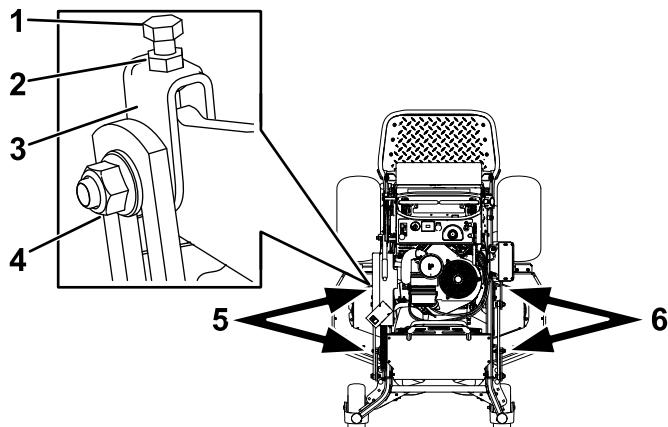

Рисунок 95
- Ослабьте затяжку боковой гайки и контргайки в вилках, которые вы хотите отрегулировать (Рисунок 95).
- Для регулировки высоты деки газонокосилки поверните верхние болты вилок (Рисунок 95).